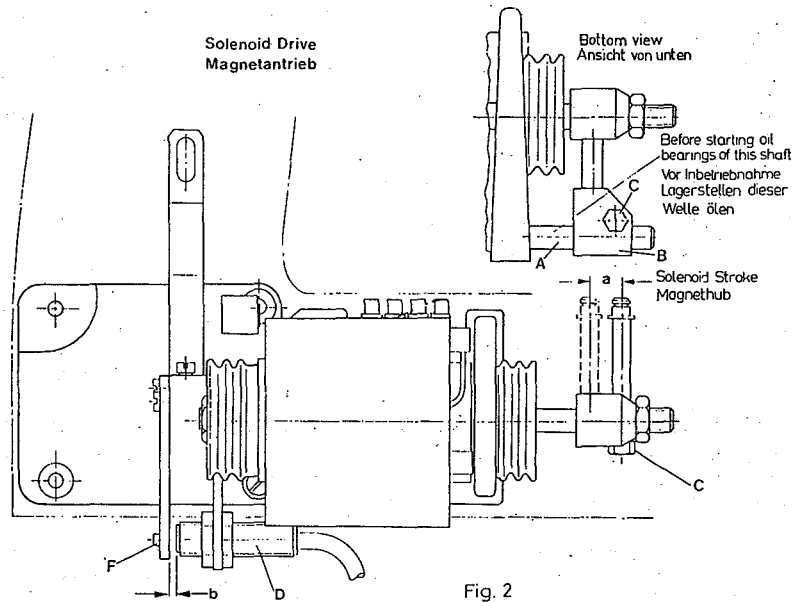

Fig. 2
Loosen nut (C, Fig. 2) and move head (B) as required on shaft (A) to obtain the desired dimension "a" (Fig. 2) according to the following table:
Nach dem Lösen der Mutter (C, Fig. 2) kann der Kreuzkopf (B) auf der Welle (A) entsprechend verschoben werden und das Maß "a" (Fig. 2) nach folgender Tabelle eingestellt werden:
Note: The dimension "b" (Fig. 2) is adjusted when the motor is switched on, as described under item 12.
Beachten Sie: Das Maß "b" (Fig. 2) wird erst bei eingeschaltetem Motor, wie unter Punkt 12 beschrieben, eingestellt.